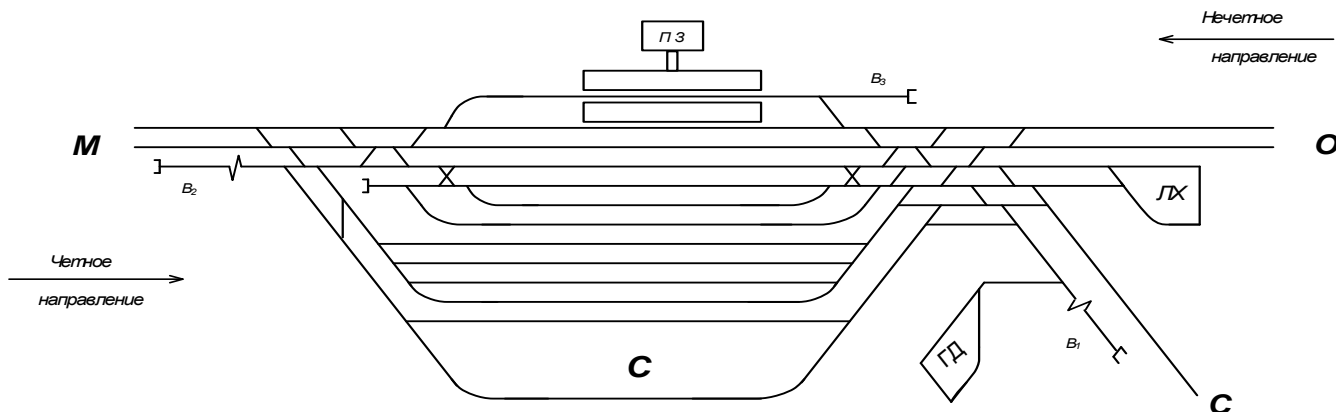

Рисунок 1 Схема станции
1. Схема участковой станции Н (рисунок 1)